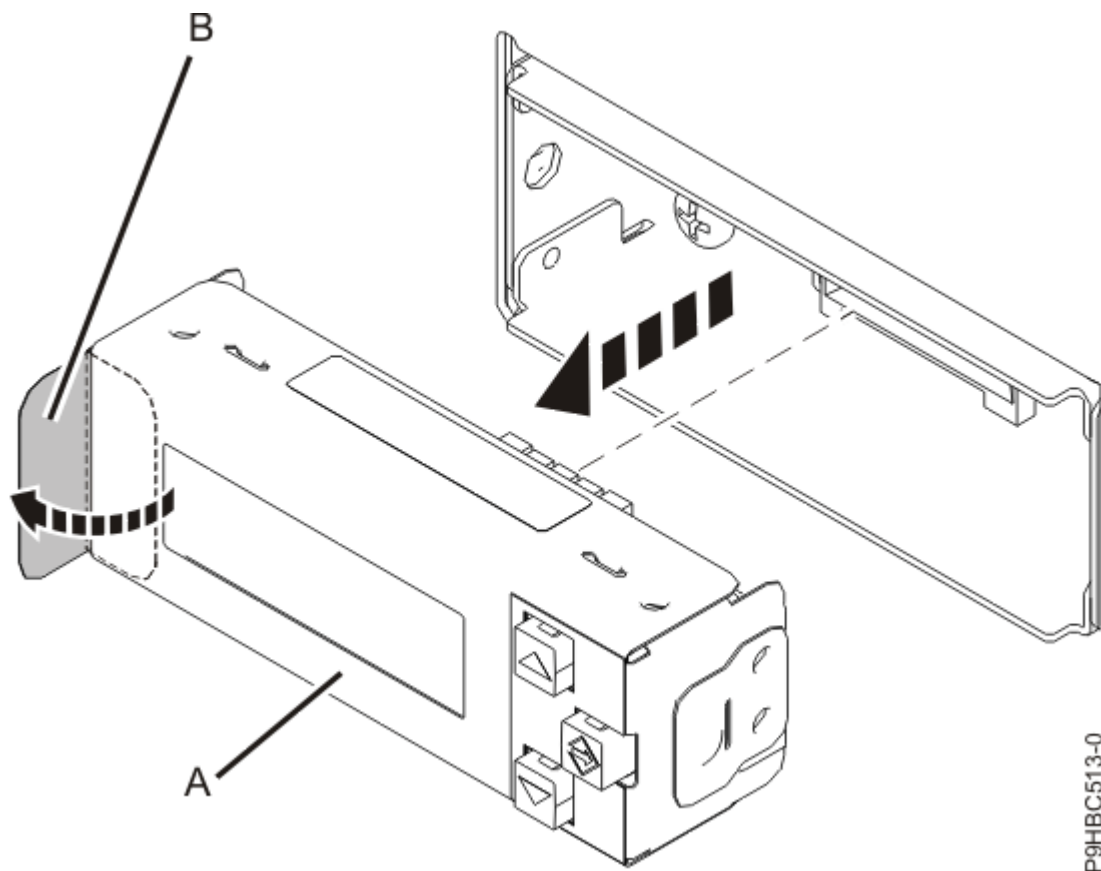

Figura 20. Extracció de la pantalla del panell de control
2. Traieu la pantalla del panell de control **(A)** estirant la pestanya **(B)** tal com es mostra a la Figura 20 a la pàgina 22.